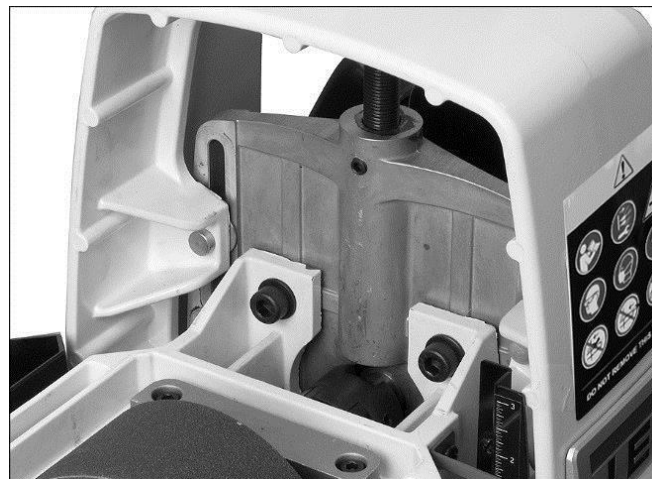

Рис. 10-1
- Содержите области скольжения в чистоте (B, Рис. 10-1).
- По мере необходимости смазывайте подъемный ходовой винт (A, Рис. 10-1).